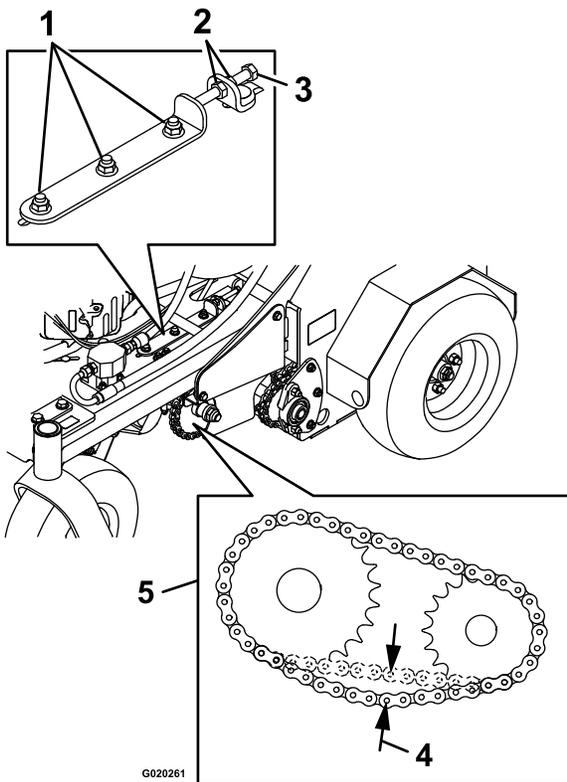

Figura 16
4. Afloje las tuercas de los tres pernos de montaje de la transmisión hidrostática y las dos del perno de ajuste, según se muestra en Figura 16. Las tuercas de los pernos de montaje de la transmisión hidrostática deben aflojarse en ambos lados de la unidad.